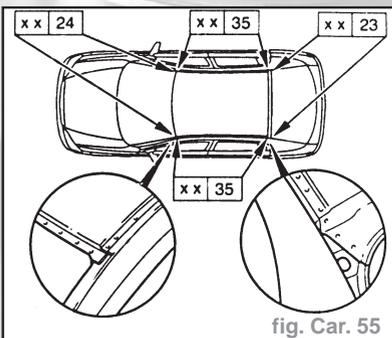

fig. Car. 55
- Préparer et ajuster le toit. Appliquer la colle PU pour vitrage (à 1 composant ou à 2 composants pour la pose des vitres) sur l'arceau de toit (cordon de colle Ø 10 mm) (voir ci-après). Appliquer de la peinture pour soudure par points sur la bride du toit. Souder le toit (fig. Car. 55). Étancher les soudures de la carrosserie.